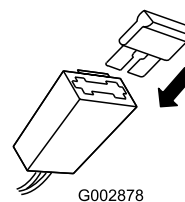

Bild 8
2. Setzen Sie die Sicherung in die Sicherungsfassung ein (siehe Bild 8).